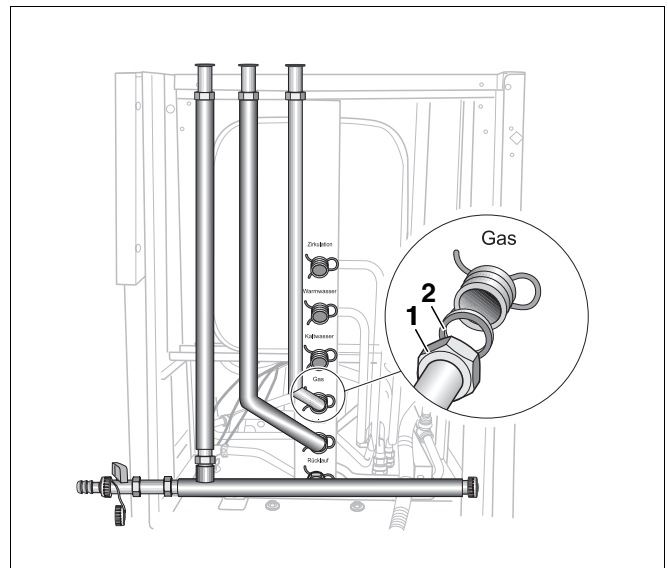

Abb. 12 Anschlussrohr Gas anschließen
- Anschlussrohr Gas (Abb. 12, **Pos. 1**) mit eingelegter Dichtung (Abb. 12, **Pos. 2**) an den Anschluss „Gas“ des Heizkessels anschließen und mit einem Schraubenschlüssel SW 30 festziehen.